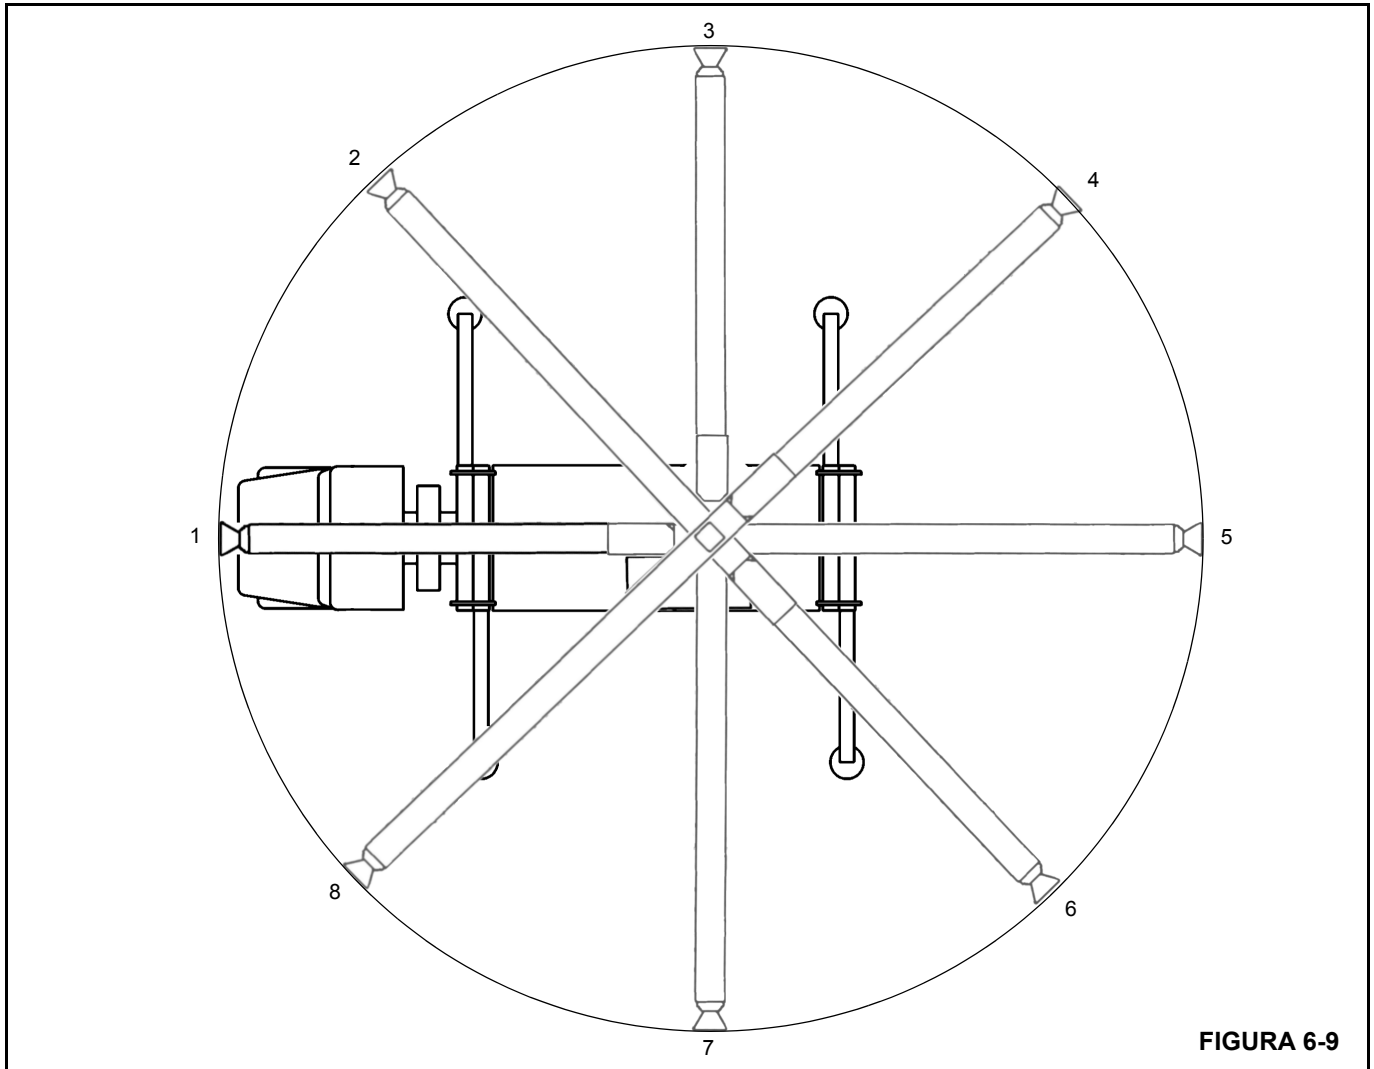

FIGURA 6-9
10. Si el promedio es de menos de 0.090 pulg, repita la medida cada 45° alrededor de toda la zona de trabajo de la grúa (Figura 6-9).